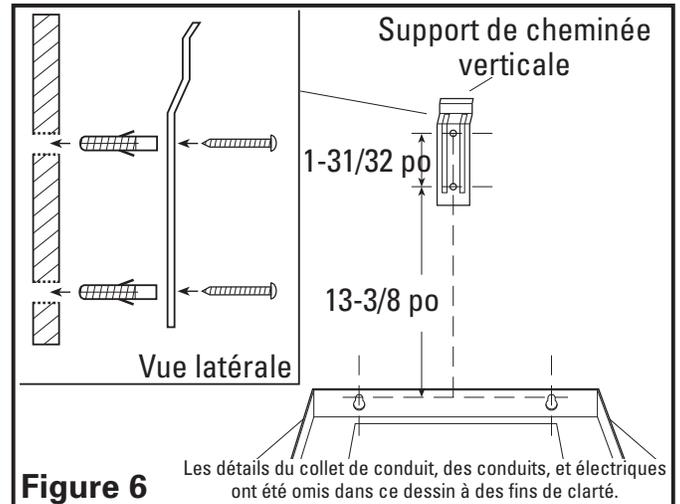

Figure 6
1. Marquer l'emplacement pour un support de cheminée vertical et percer les trous dans le mur à l'aide d'un trépan de 0,64 cm (1/4 po). Installer les ancrages au mur compris dans les trous et fixer en place le support avec les deux vis de 3,19 x 32 mm comprises (Figure 6).